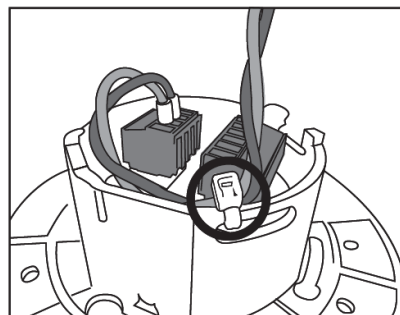

Abbildung 12: LDALI-MS2-BT/LDALI-MS4-BT Zugentlastung.
- Verwenden Sie Kabelbinder für eine angemessene Zugentlastung (siehe Abbildung 12).